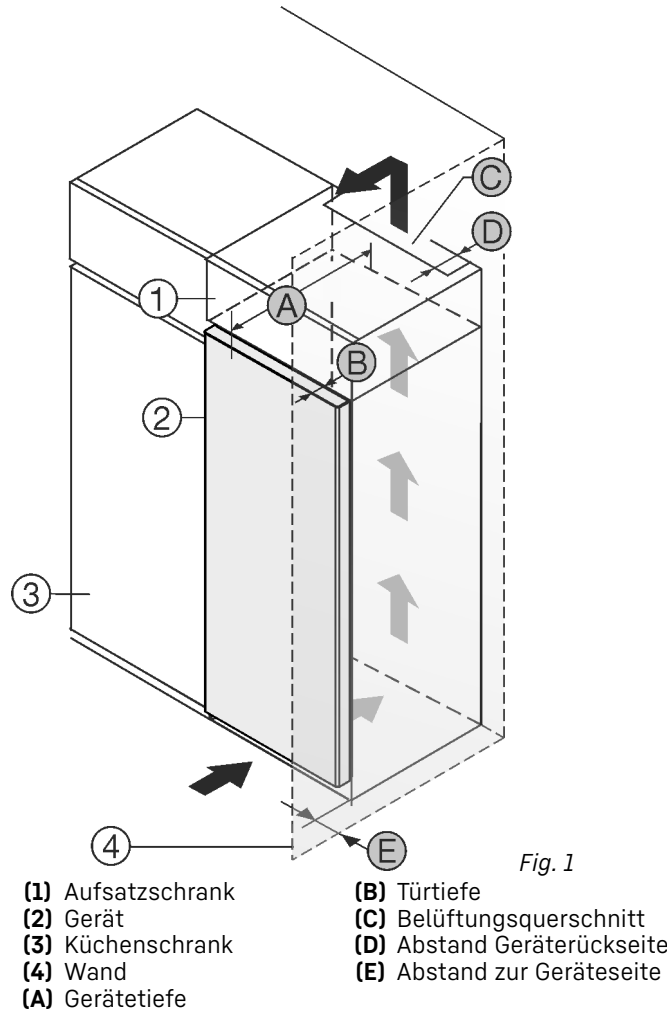

Fig. 1
Gerät direkt neben dem Küchenschrank Fig. 1 (3) aufstellen.
An der Rückseite des Aufschranks muss ein Abluftschacht mit der Tiefe Fig. 1 (D) über die gesamte Aufschranksbreite vorhanden sein.
Unter der Raumdecke muss der Entlüftungsquerschnitt Fig. 1 (C) eingehalten werden.
Wenn das Gerät mit den Scharnieren neben einer Wand Fig. 1 (4) aufgestellt wird, muss der Abstand zwischen Gerät und Wand mindestens 13 mm betragen.
Wenn das Gerät mit den Scharnieren neben einer Wand Fig. 1 (4) aufgestellt wird, muss der Abstand zwischen Gerät und Wand mindestens 20 mm betragen.
Um die Türe vollständig öffnen zu können, muss Gerät um die Türtiefe Fig. 1 (B) gegenüber der Küchenschrankfront vorstehen. Abhängig von der Tiefe der Küchenschränke Fig. 1 (3) und Verwendung von Wandabstandshaltern kann das Gerät weiter herausragen.